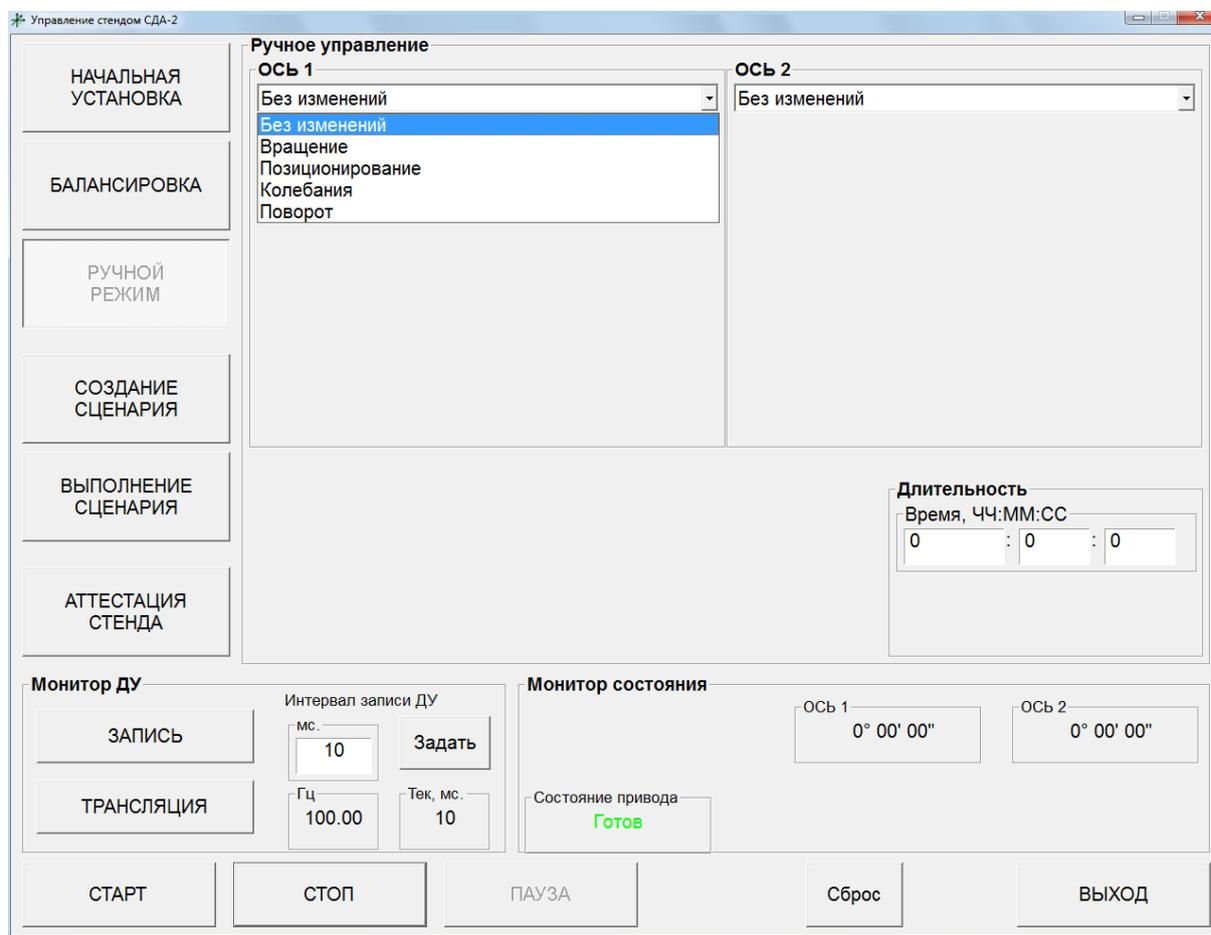

Рисунок 7 – «Ручной режим». Основное окно
3) «Ручной режим» предназначен для случаев, когда создание сценария эксперимента не требуется. При выборе оператором этого режима появится соответствующее окно (рисунок 7).